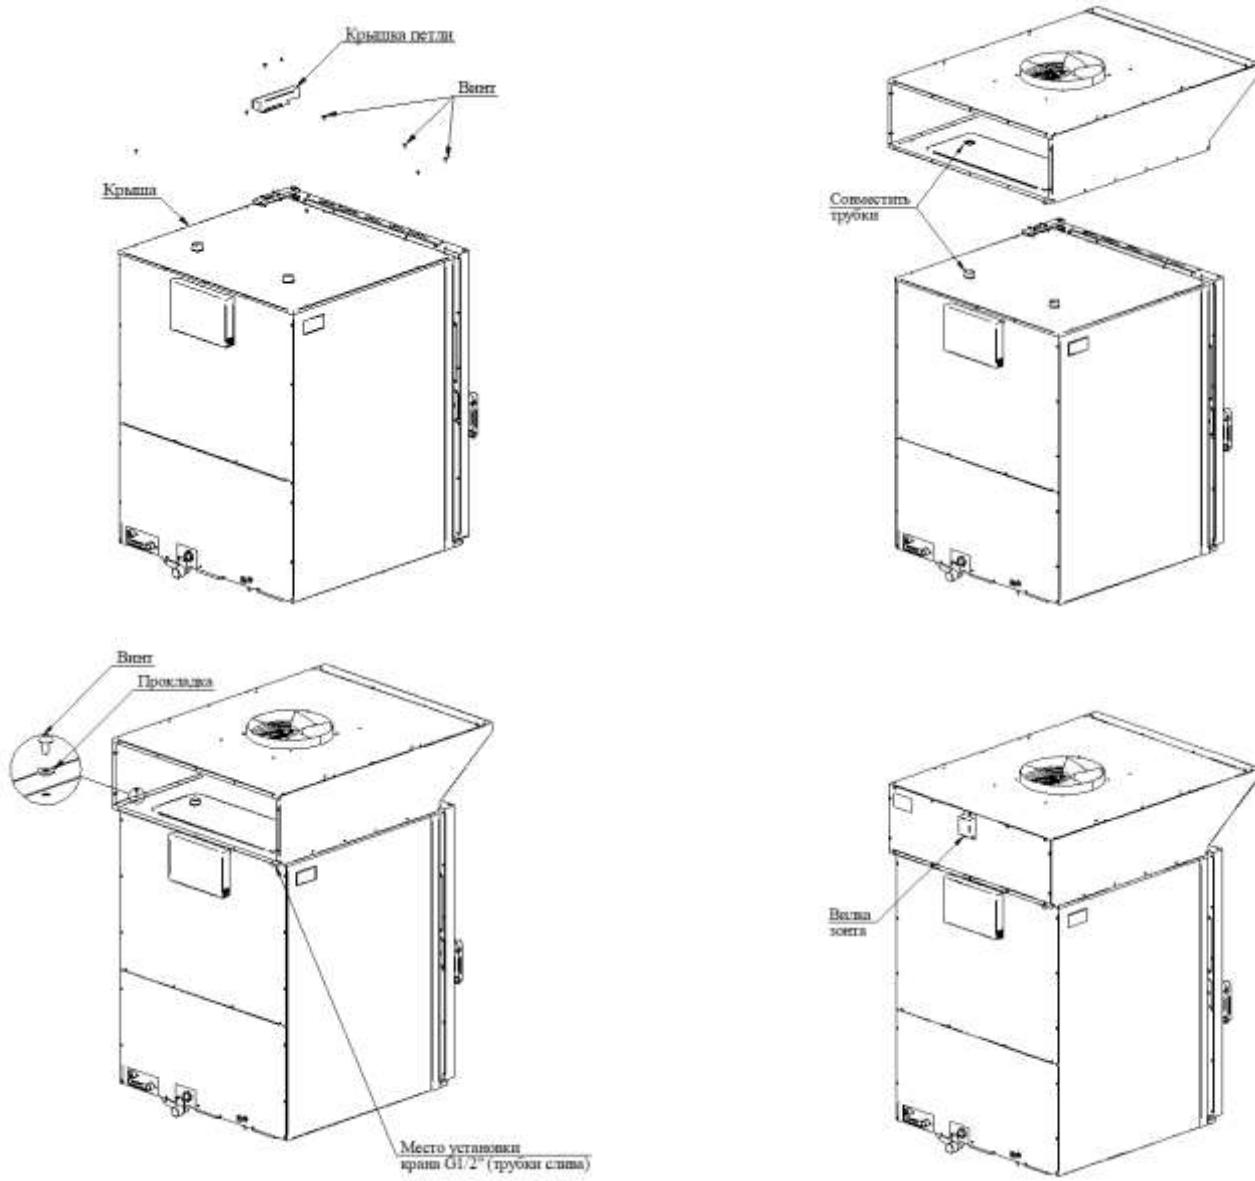

Рис. 4 - Установка зонта на печь.
- установить зонт на печь (предварительно сняв заднюю стенку зонта): необходимо совместить трубы выходящие из печи с отверстиями в ванной зонта и продеть зонт в них используя прокладки (Рис. 4);